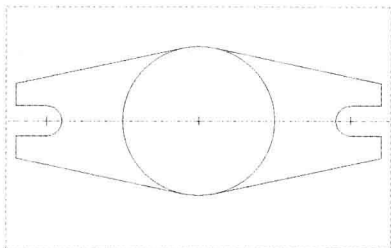

图 2-23 绘制水平中心线
Step 03 在绘图区中的圆心位置处单击鼠标左键，确认起始点，向水平方向移动鼠标指针至合适位置，单击鼠标左键，确认终点，绘制一条水平中心线，如图 2-23 所示。